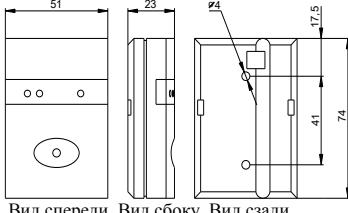

Рис. 1. Внешний вид, габаритные и установочные размеры корпуса извещателя
габаритные размеры, мм см. рис.1
• согласно установочным размерам (см. рисунок 1) просверлить в стене или потолке отверстия, вставить в них дюбеля;